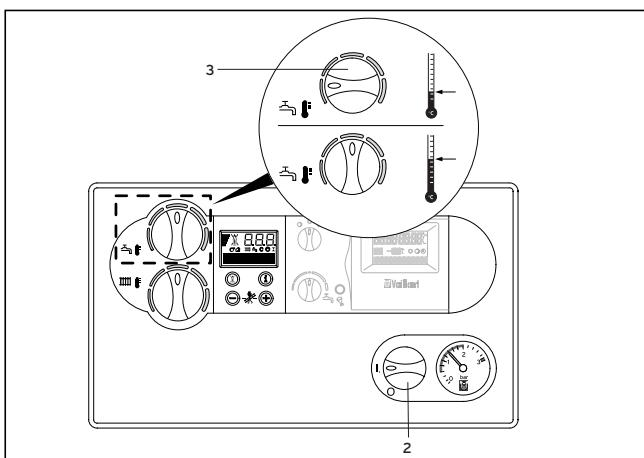

Bild B.5: Varmvattenberedning
4.2.2 Kontroll av vattentryck (bild B.5)
- Kontrollera vattentrycket i anläggningen på manometern (1).